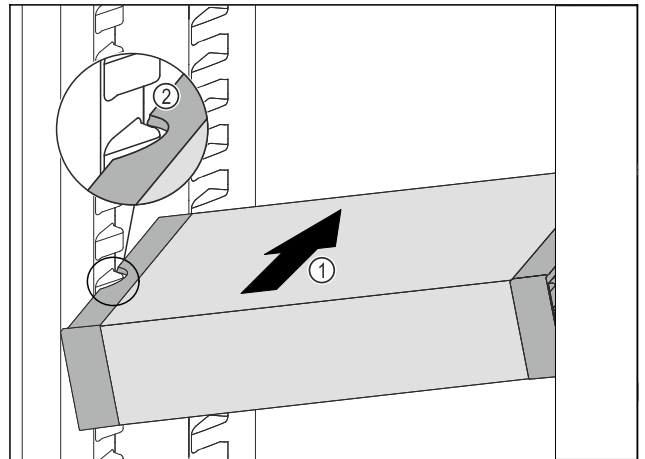

Fig. 105
- ▶ VarioSafe schräg in das Kühlteil einschieben Fig. 105 (1), bis sich die seitlichen Aussparungen Fig. 105 (2) des VarioSafes auf Höhe der Behälterrippe im Kühlteil befinden.